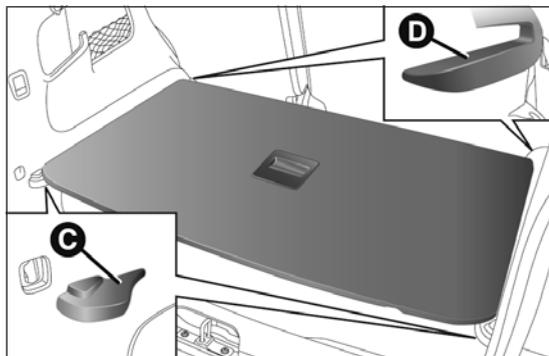

fig. 96
- positionner correctement le plan B sur les logements C et D fig. 96 correspondants situés sur les flancs latéraux.